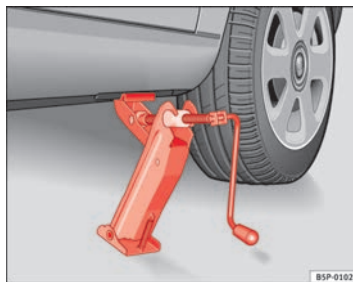

Fig. 181 Colocación del gato
- Posicione el gato de modo que su garra envuelva el nervio del larguero inferior y que la placa base móvil se apoye plana sobre el suelo ⇒ fig. 181.